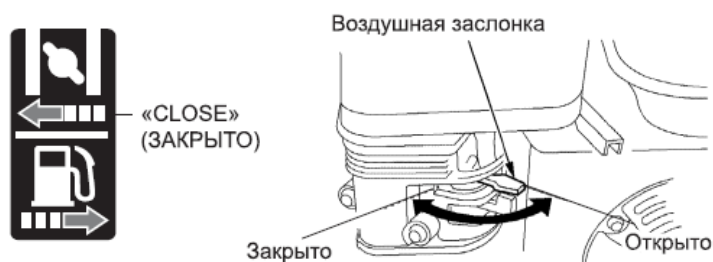

Рисунок 10 – Воздушная заслонка
6.3.2. При запуске холодного двигателя рычаг воздушной должен находиться в положении «закрыто» - крайнее левое положение (рисунок 10).